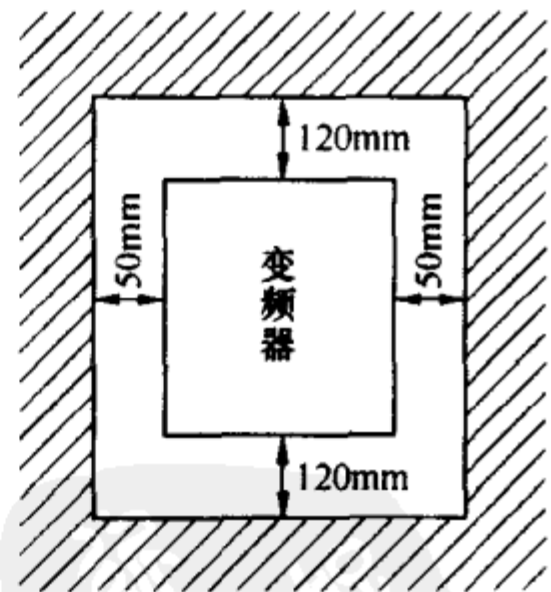

图 7 变频器周围空间距离要求
(1) 变频器应垂直安装，留有通风空间，并控制环境温度不超过 40°C 。通风空间的一般要求为：变频器上方留有大于 120mm 的空间，左、右两侧各留有大于 50mm 的空间，底面距地面大于 120mm ，如图 7 所示。
(2) 变频器工作时，其散热片的温度可达约 90°C ，因此安装底板必须为耐热材料。由于变频器内部热量是从上部排出的，所以安装时不可安装在木板等材料的下方。
(3) 对于采用强迫风冷的变频器，为了防止外部灰尘吸入，应在吸入口设置空气过滤器。在门扉部设置屏蔽垫。为确保冷却风道畅通，电缆配线槽不要堵住机壳上的散热孔。
(4) 多台变频器邻近并排安装时，台与台之间必须留有足够的距离（不小于 50cm ）。若几台变频器上下垂直布置安装，即纵配置（应尽量避免），为了使下部的热量不致影响上部的变